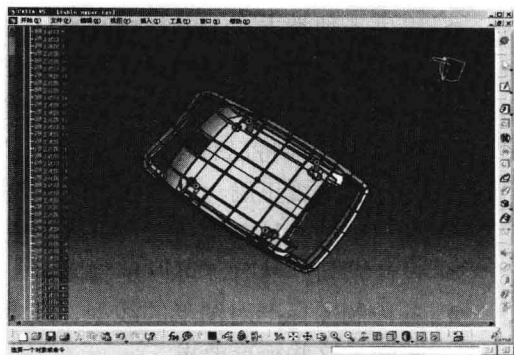

图 1-5 CATIA V5 版的主界面
- **CATIA (Dassault Systems 公司出品):** 是目前最为强大的 CAD/CAM/CAE/PDM 应用系统, CATIA 具有一个独特的装配草图生成工具, 支持欠约束的装配草图绘制以及装配图中各零件之间的连接定义, 可以进行快速概念设计。CATIA 支持参数化造型和布尔操作等造型手段, 支持绘图与数控加工的双向数据关联。特别的是, 一般的三维造型软件都是在三维空间内观察零件, 但是 CATIA 能够进行四维空间的观察, 也就是说该软件能够模拟观察者的视野进入零件的内部去观察零件。如图 1-5 所示是 CATIA V5 版的主界面。